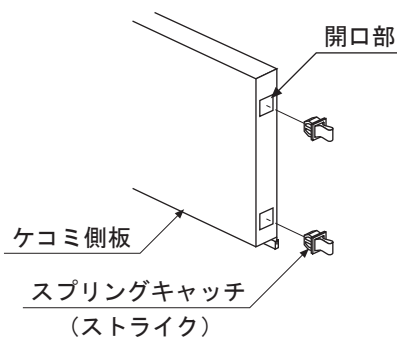
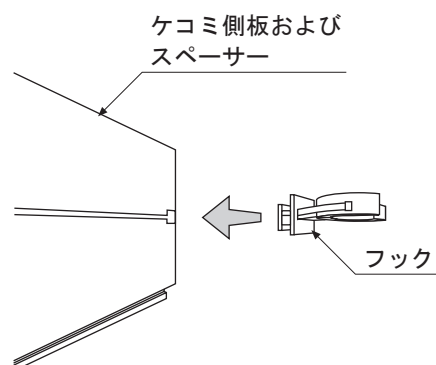
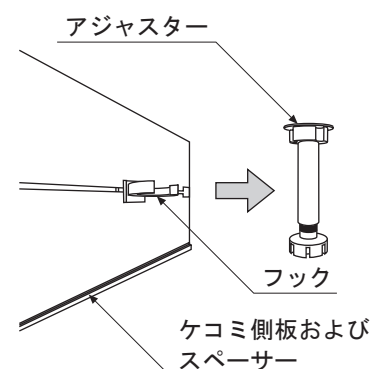

図3
図4
図 5
- ・ アジャスターの位置に合わせて、ケコミ側板にフックを取付けます。(図3)
- ・ ケコミ側板に取付けたフックをアジャスターにはめ込みます。(図4、図5)
- ・ スペーサーにフックを取付け(図3)、シンクユニット前面のキッチン中央側のアジャスターにはめ込みます。(図4、図5)
- ・ スペーサーの両面テープのハク離紙をめくり、ケコミ側板とケコミ前板のスプリングキャッチ（2ヶ所）の位置を合わせながら、ケコミ前板を取付けます。(図5、図6)